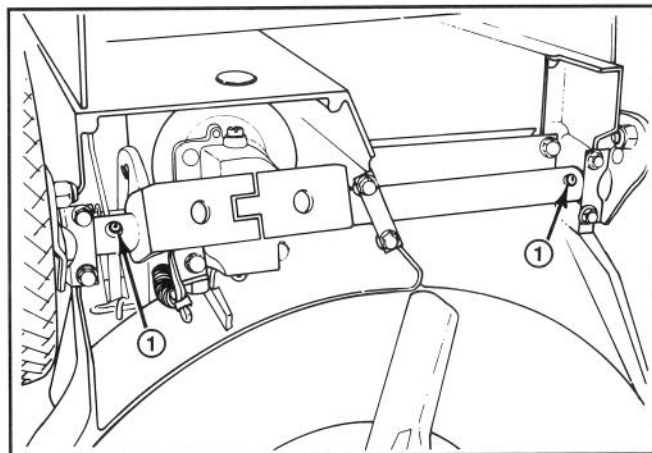

Abbildung 26
3. Den Mäher auf die höchste Schnitthöhe einstellen (E).
4. Den Mäher nach rechts kippen. Alle Schmiernippel mit einem Lappen sauberwischen (Abb. 26). Eine Fettpresse ansetzen und in jeden Nippel zwei bis drei Hübe Mehrzweckfett #2 auf Lithiumbasis einpressen.